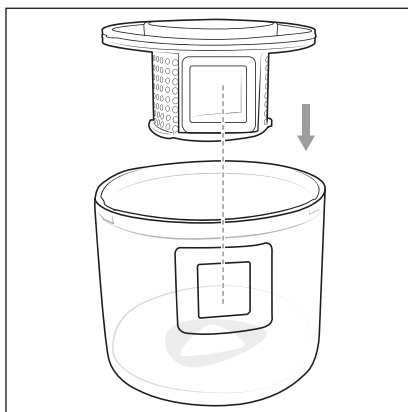

Fig. 7
- 6) Introduceți din nou filtrul de praf **6** în recipientul de praf **4**. Aveți grijă ca orificiile laterale ale recipientului de praf **4** și cele ale filtrului de praf **6** să se suprapună (fig. 7).